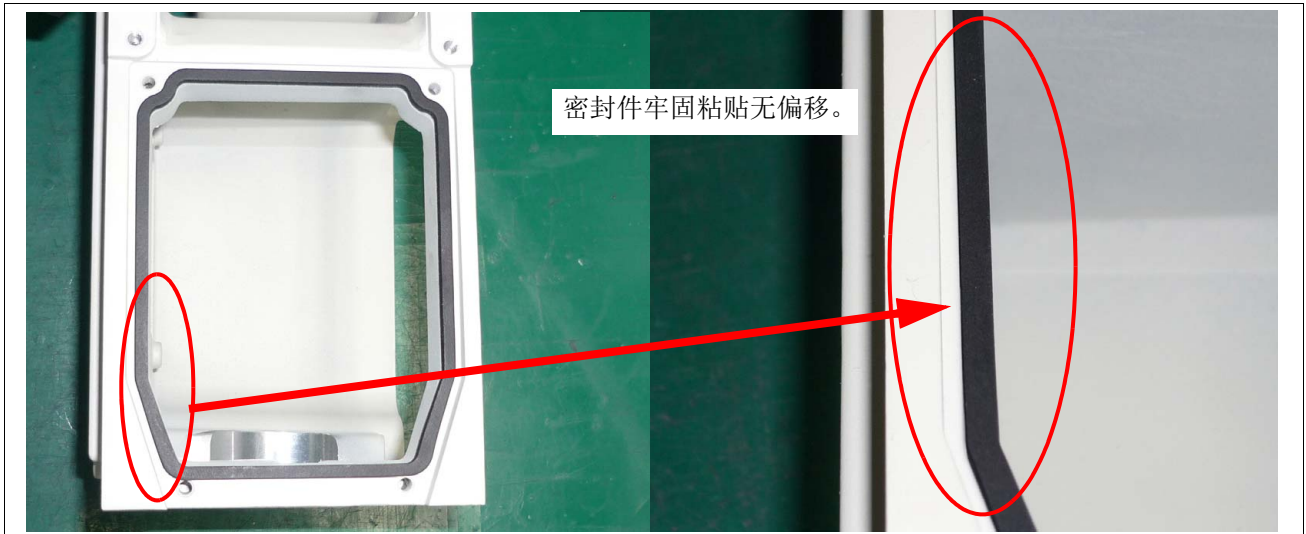
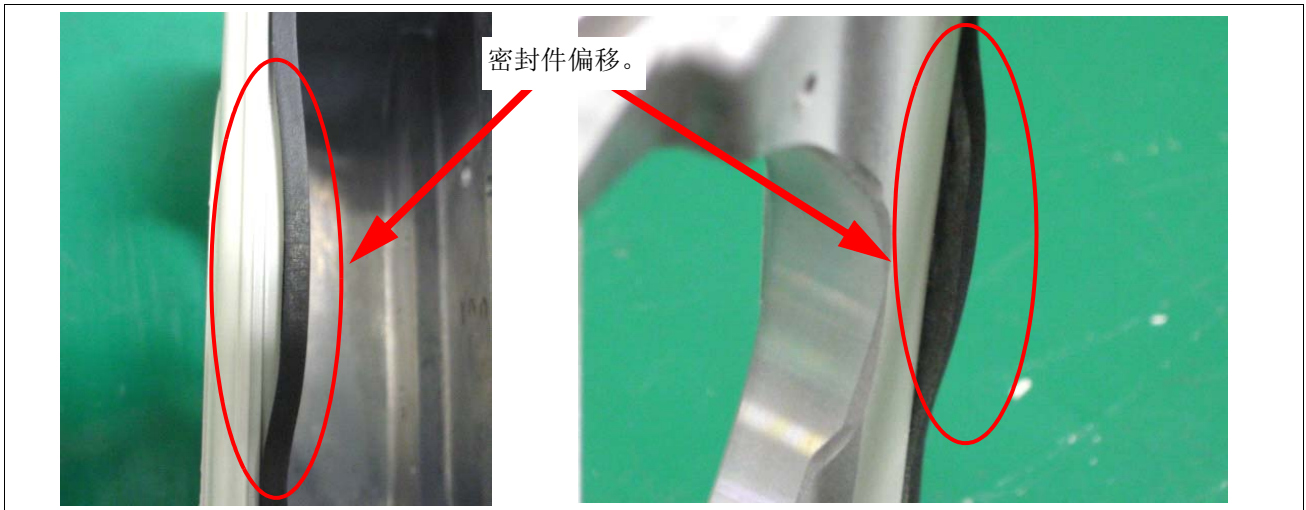

图 5-6：密封件粘贴示例（好示例）
图 5-7：密封件粘贴示例（不当示例）
- 2) 密封件的粘贴面为双面胶。应根据粘贴面的形状，如“图 5-6：密封件粘贴示例（好示例）”及“图 5-8：粘贴绳状密封件”所示粘贴密封件。此时，应注意勿使密封件偏移。“图 5-7：密封件粘贴示例（不当示例）”为密封件偏移的不当示例。